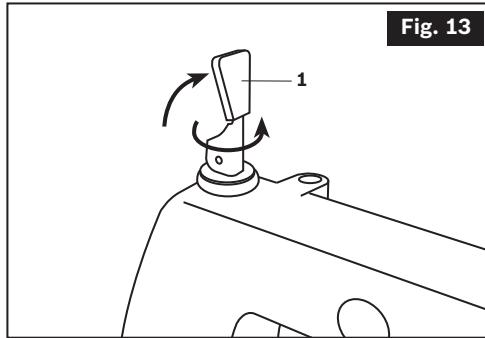

Fig. 13
### Remoção e instalação da lâmina (Fig. 13 - 15)
1. Alivie a tensão da lâmina levantando a Alavanca de Liberação Rápida de Tensão (1) (Fig. 13).
3. Solte o parafuso superior de fixação da lâmina (2) e o parafuso inferior da lâmina (3). Empurre para baixo a parte do suporte superior da lâmina. Remova a lâmina do suporte inferior.
7. Para tensionar a lâmina, mova a Alavanca de Liberação Rápida de Tensão (1) para a posição "para baixo". Ao abaixar a alavanca, tensão será aplicada sobre lâmina. Certifique-se de que a lâmina está adequadamente localizada no suporte das lâminas. Gire a alavanca de tensão da lâmina com um giro completo do pino em sentido horário. Essa tensão sobre a lâmina deve funcionar bem para a maioria das operações.
## Remoción e instalación de la hoja (Fig. 13 - 15)
- Suelte la tensión de la hoja levantando la palanca tensora de liberación rápida (1) (Fig. 13).
- Afloje el tornillo del portahoja superior (2) y el tornillo del portahoja inferior (3). Empuje hacia abajo sobre el portahoja superior para retirar la hoja de dicho portahoja. Retire la hoja del portahoja inferior.
- Para tensar la hoja, mueva la palanca tensora de liberación rápida (1) hasta la posición hacia "abajo". A medida que baje la palanca, se aplicará tensión a la hoja. Asegúrese de que la hoja esté ubicada apropiadamente en los portahojas. Gire el pomo tensor de la hoja una vuelta completa adicional en el sentido de las agujas del reloj. Esta cantidad de presión de la hoja debería dar buenos resultados para la mayoría de las operaciones de corte.
## Blade removal and installation (Fig. 13 - 15)
- Release blade tension by lifting up the Quick Release Tension Lever (1) (Fig. 13).
- Loosen the upper blade holder screw (2) and lower blade holder screw (3). Push down on the upper blade holder to remove the blade from the holder. Remove the blade from the lower blade holder.
- To tension blade, move Quick Release Tension Lever (1) to "down" position. As the lever is lowered, tension will be applied to the blade. Make sure the blade is properly located in the blade holders. Turn the blade tension knob an additional one full turn clockwise. This amount of blade pressure should do well for most cutting operations.